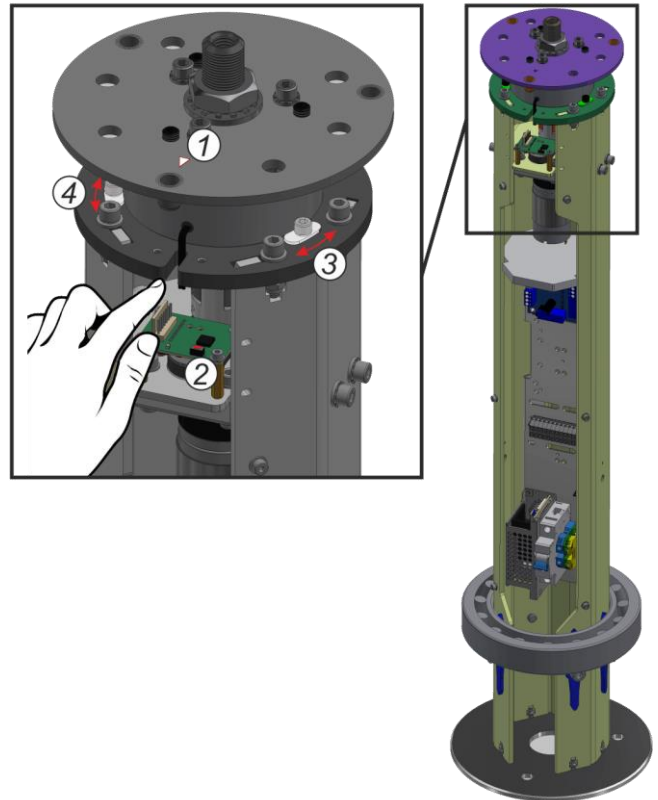
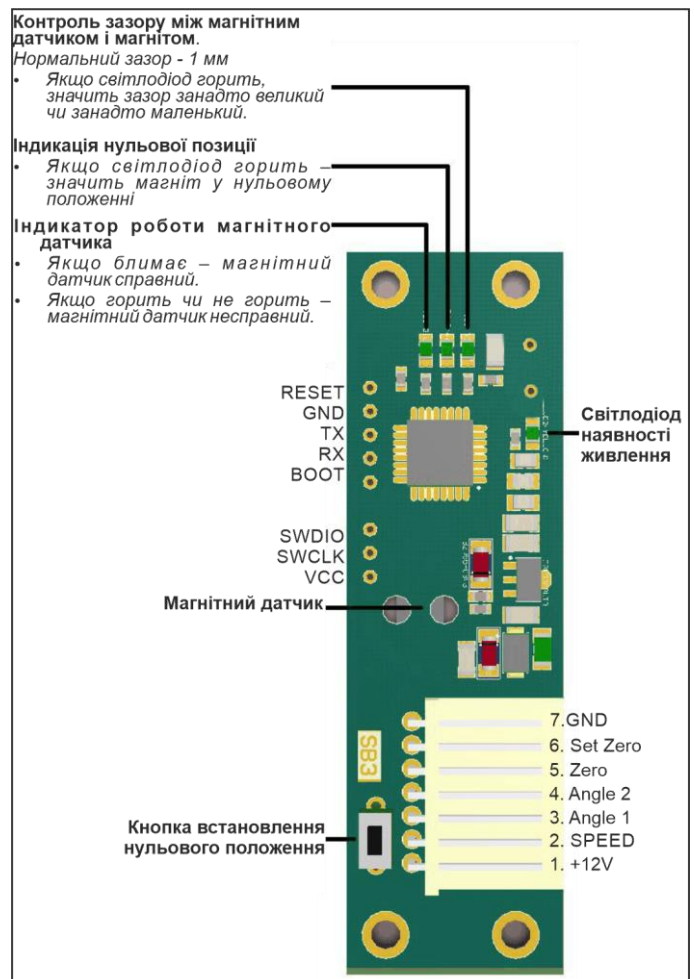

Рис. 11– Встановлення нульового положення
Рис. 15 – Опис контролера магнітного датчика
При проведенні монтажу турнікету необхідно враховувати, що прапорець повинен знаходитися на відстані не більше $50 \div 100$ мм (див.Рис.11) від формувача проходу (будь-якої поверхні, перпендикулярної до прапорця: модуль огорожі, стіна тощо).
1. На платі магнітного датчика натиснути кнопку встановлення нульового положення (2) (Рис.11);
3. Відпустити кнопку (2);
4. Після відпускання кнопки на платі магнітного датчика повинен загорітися світлодіод індикації нульового положення (див.Рис.15);
Якщо ступка при повороті в одну або іншу сторону повертається більше (мітка 1 на рисунку 13) або менше ніж 90° від нульового положення, потрібно відрегулювати лівий (4) або правий (3) гвинт (Рис. 11) у пазах регулювання кута повороту ступки за допомогою шестигранника.